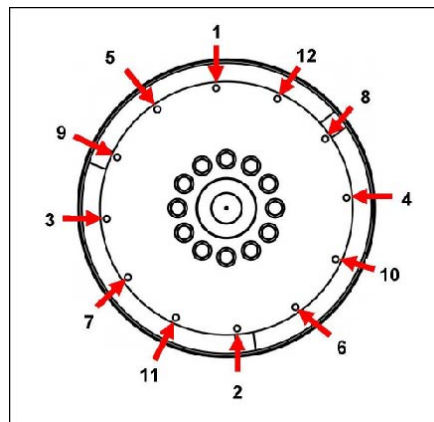

图 15. 固定顺序
10. 拆下校准销。使用头下方的大尺寸垫圈，安装耦合螺栓。按照所示顺序拧紧螺栓以将耦合盘固定到飞轮上。图 15 在第 xx 页 26。